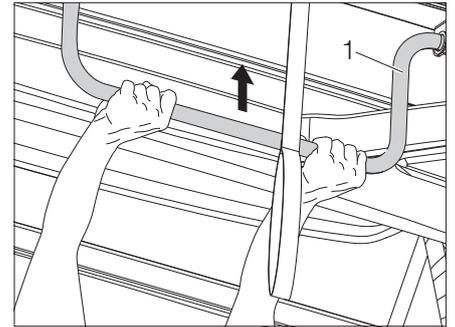

Bild 45 Aufstelldach hochstellen
- Aufstelldach am Bügel (Bild 45,1) nach oben drücken.